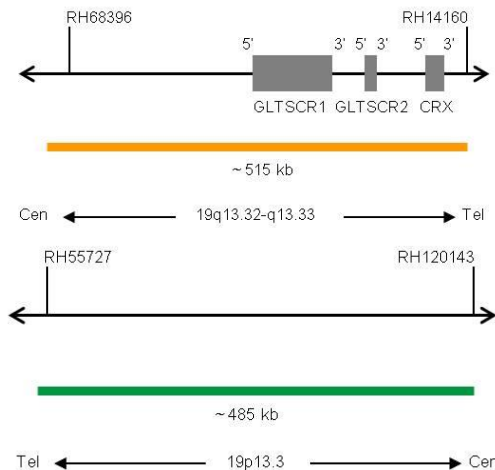

Fig. 2: Cima: SPEC 19q13 Mapa da sonda; Baixo: SPEC 19p13 Mapa da sonda (sem escala)
- Polinucleótidos (~4.5 ng/μl) com marcação ZyOrange (excitação 547 nm/emissão 572 nm), dirigidos ao mapeamento de sequências alvo em 19q13.32-q13.33* (chr19:47,857,776-48,374,564) (ver Fig. 2).
- Polinucleótidos (~10 ng/μl) com marcação ZyGreen (excitação 503 nm/emissão 528 nm), dirigidos ao mapeamento de sequências alvo em 19p13.3* (chr19:658,555-1,144,465) (ver Fig. 2).